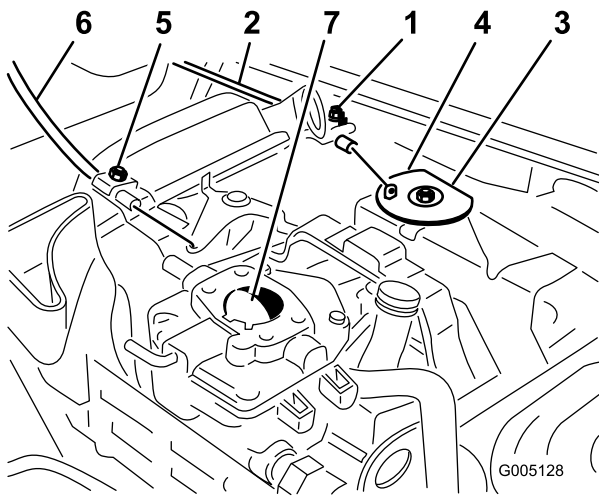

Figura 47
1. Liberte o parafuso que fixa o cabo ao motor (Figura 47).
- Puxe o cabo do acelerador até que a zona traseira da cavilha entre em contacto com o batente (Figura 47).
- Liberte o parafuso que fixa o cabo ao motor (Figura 47).
- Puxe o cabo do ar até que a borboleta se encontre completamente fechada e em seguida aperte o parafuso de fixação do cabo (Figura 47).